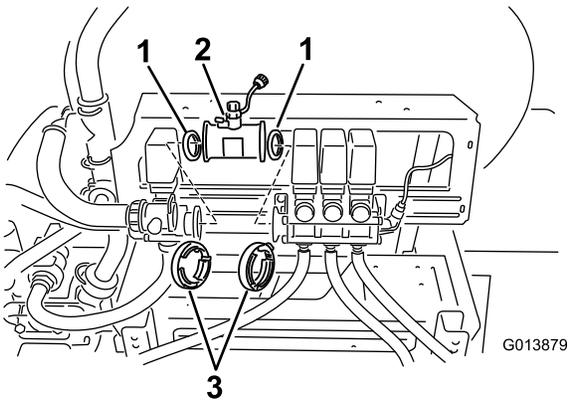

Figura 6
6. Instale el caudalímetro en línea entre la válvula de agitación y el conjunto de las válvulas de los brazos, con la flecha de sentido de flujo orientada hacia las 3 válvulas de los brazos (Figura 6).
- A. Instale la junta existente en el lado del caudalímetro que se conectará a la válvula de agitación (Figura 6).